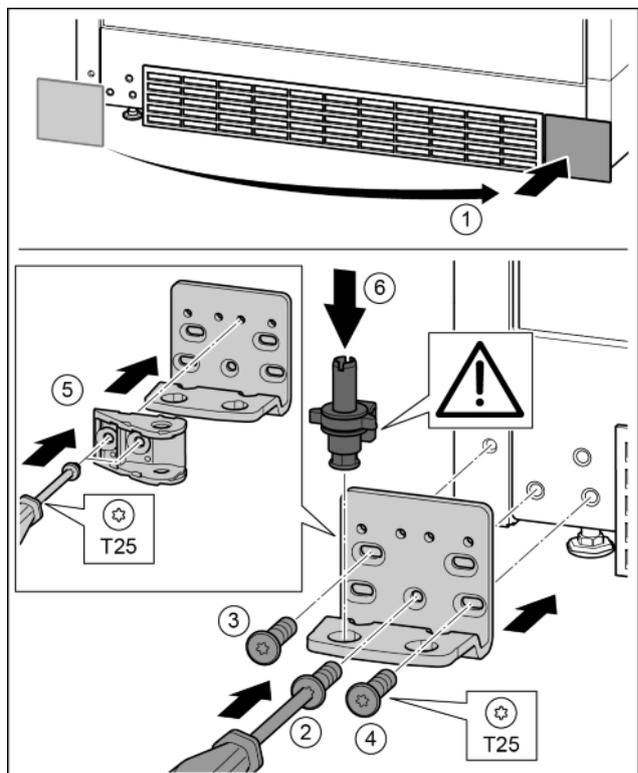

Fig. 30
- ▶ Abdeckung abnehmen und auf der anderen Seite anbringen. Fig. 30 (1)
- ▶ Lagerbock auf der anderen Seite ansetzen und ggf. mit Hilfe eines Schraubendrehers anschrauben. Mit Schraube 2 unten in der Mitte beginnen. *Fig. 30 (2)*
- ▶ Schraube 3 und 4 festschrauben. *Fig. 30 (3, 4)*
- ▶ Türaufhängung um 180° drehen. Auf der anderen Seite des Lagerbocks mit Schraubendreher T25 anschrauben. *Fig. 30 (5)*
- ▶ Lagerbolzen komplett einsetzen. Dabei darauf achten, dass der Rastnocken nach hinten zeigt. *Fig. 30 (6)*